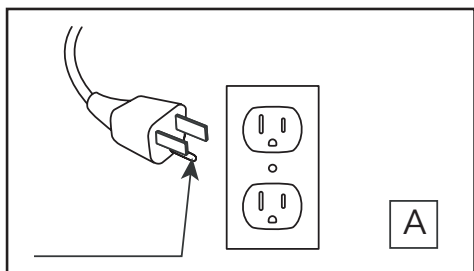

Fig.1
11. Connect to properly grounded outlets only. This heater is for use on 120 volts. The cord has a plug as shown at A in Fig. 1. Do not use a 2 prong adapter. Never use with an extension cord or relocatable power tap (outlet/power strip).
11. Brancher uniquement dans une prise de courant munie d'une mise à la terre. Cet appareil de chauffage a été conçu pour être utilisé sous une tension de 120 V. La fiche du cordon est montrée à la figure 1 en A. Ne pas utiliser d'adaptateur de 3 broches à 2 broches. Ne jamais utiliser avec une rallonge ou une barre d'alimentation (multiprises).
11. Conectar solamente a una toma de corriente con conexión a tierra adecuada. Este calentador debe utilizarse con 120 voltios. El cable incluye un enchufe tal como se muestra en la figura A en la Fig.1. No utilice un adaptador de 2 clavijas. Nunca use un cable de extensión o tomas de alimentación reubicable (enchufes/regletas).